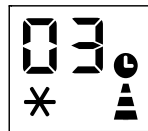

Fig. 6
- Trykk flere ganger til den tilsvarende tiden vises. Vent ca 5 sekunder, timeren vil være aktiv. da bare symbolet vises på skjermen. (Fig.6)